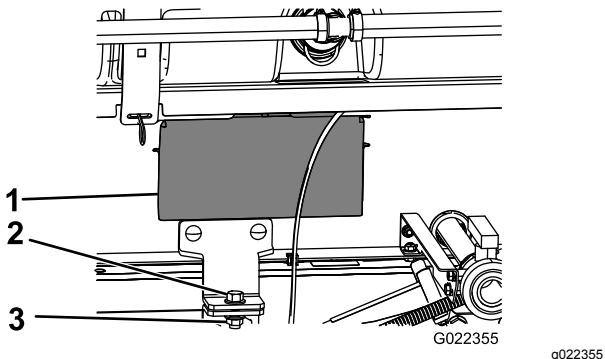

Figura 13
12. Utilize os painéis de acesso de ambos os lados do patim do depósito para verificar se há tubagens ou cabos entalados (Figura 13).
bloqueio (½ pol.) conforme ilustrado em Figura 13.